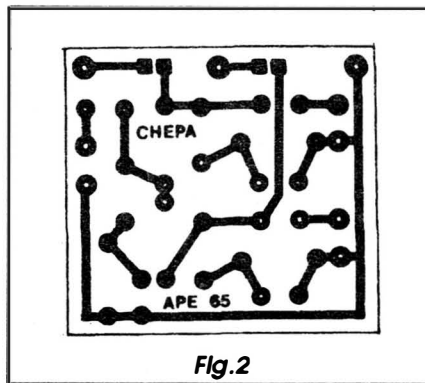

Fig. 2
- **FIG. 2 - LAY OUT DO CIRCUITO IMPRESSO ESPECÍFICO** - Absolutamente *descomplicado*, modesto no tamanho, e com um traçado de poucas ilhas e pistas, o *lay out* específico para o impresso do **CHEPA** está na figura, em tamanho natural (escala 1:1), podendo assim ser reproduzido (*carbonado*) diretamente sobre a placa de fibra de vidro cobreada, nas dimensões indicadas na **LISTA DE PEÇAS**... Devido às elevadas frequências envolvidas, bem como aos sinais de antena, bastante tênues, além da prevenção contra indutâncias e capacitâncias *parasi-*